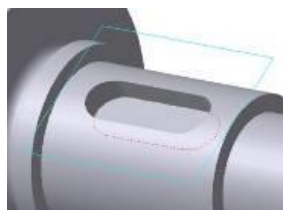

Рис. 9.8. Деталь, после операции вырезать выдавливанием
13. Выбираем группу команд **«Редактирование детали»** и команду **«Вырезать выдавливанием»** . После этого в свойствах выбираем прямое направление и расстояние 4 мм и нажимаем  (рис. 9.8).